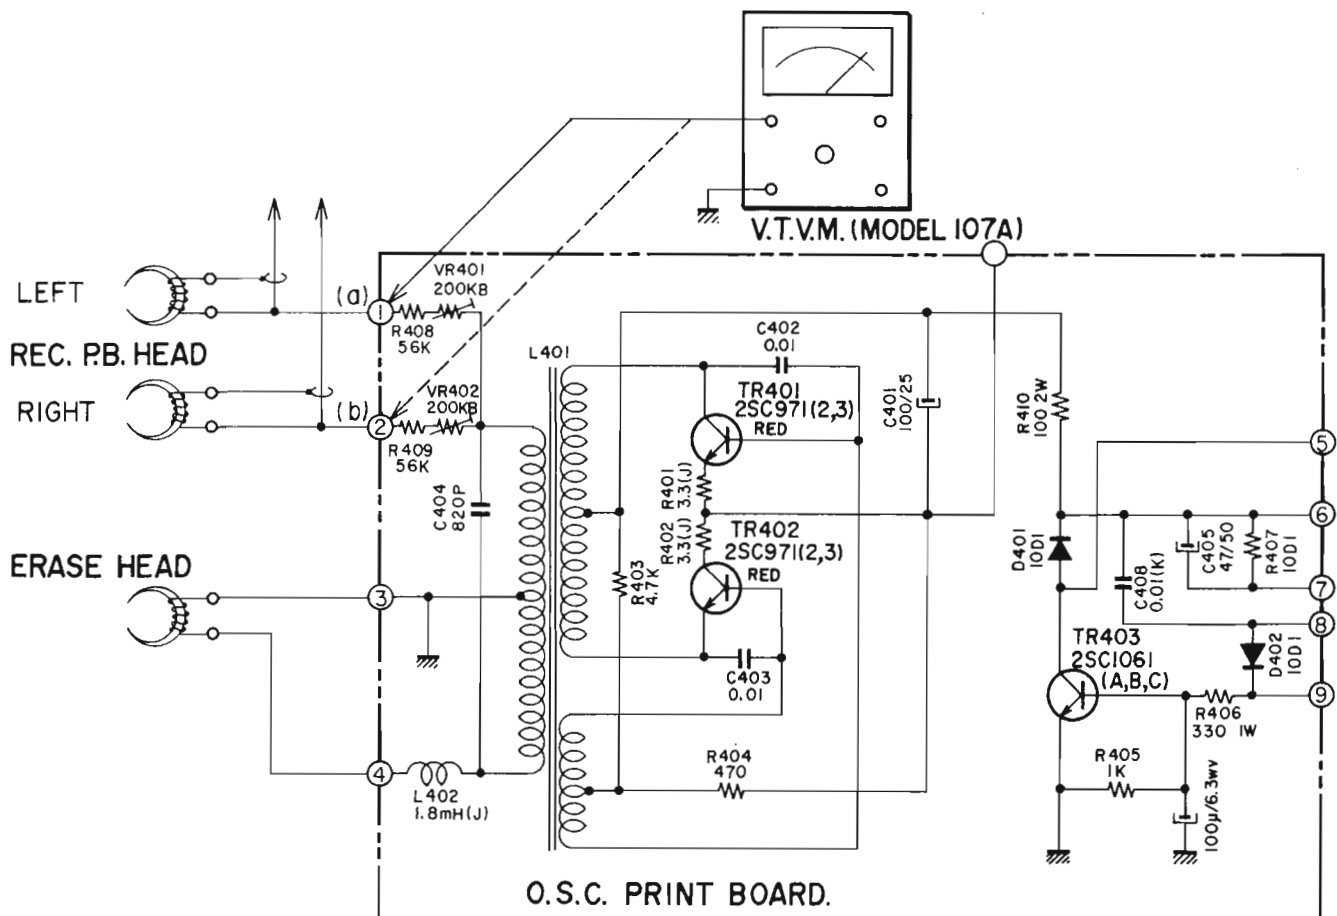

Fig. 13
2. RECORDING BIAS VOLTAGE ADJUSTMENTS (See Fig. 13)